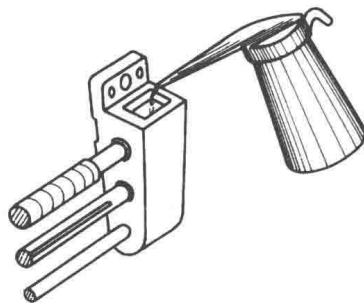

图 1-5 丝杠、光杠轴承润滑
⑤丝杠、光杠轴承座上方油孔中加油方法如图1-5所示。由于丝杠、光杠转动速度较快,因此要求做到每班加油一次。